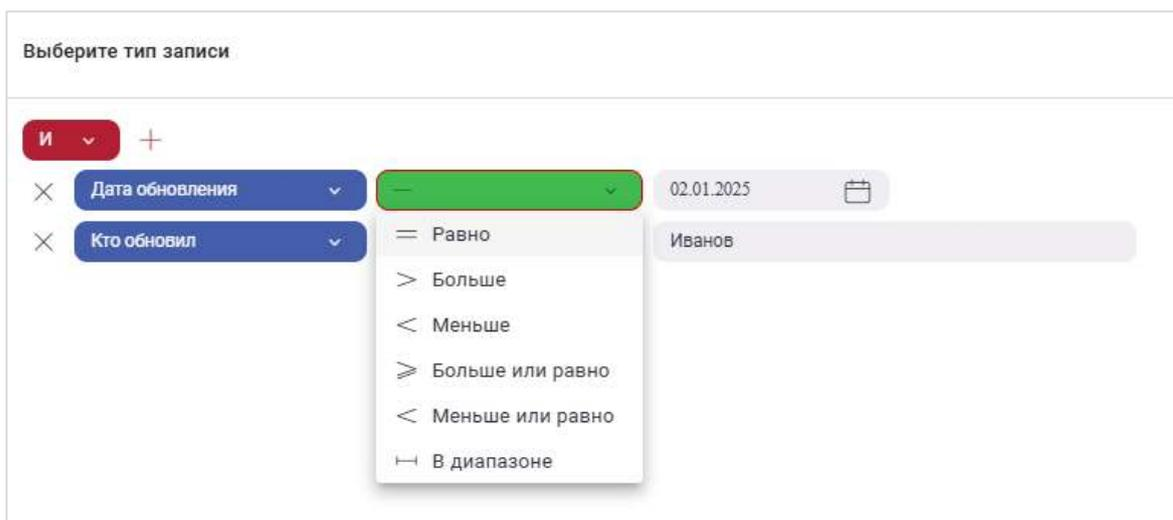

Рисунок 7. Расширенный поиск
1. Расширенный поиск по одному или нескольким условиям (Рисунок 7).